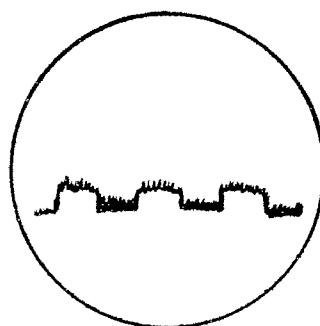

Fig 11.
Känsligheten skall vara bättre än 77 dB under 0,1 V vid signal/brus förhållande 2:1. Se fig 11. Anteckna värdet i mätprotokollet.
50. Anslut en krokodilklämma över kontaktgruppen i alarmreläet A5 i mottagarens kraftenhet, så att onödiga frånslag av fyren förhindras. Innan alarmkretarna inställes kontrolleras mottagarkänsligheten. Känsligheten skall vara bättre än 77 dB under 0,1 V vid signalbrusförhållanden 2:1. Se fig 11.